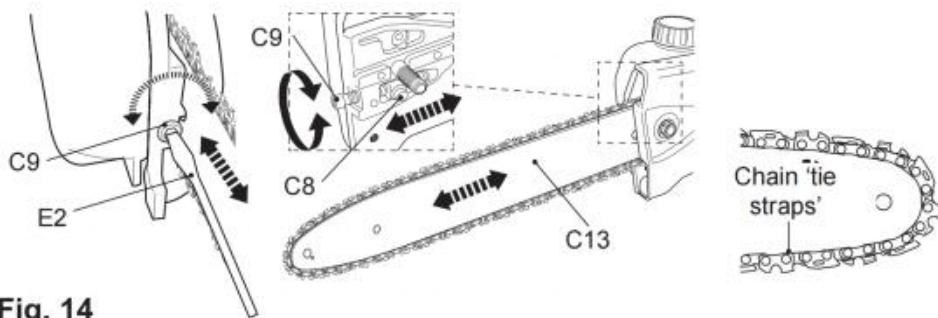

Fig. 14
- 3) Drehen Sie die Spannschraube (C9) im Uhrzeigersinn oder gegen den Uhrzeigersinn, um den Spannstift (C8) / die Führungsschiene (C13) so einzustellen, dass die Kettenbefestigungsbänder die Unterkante der Führungsschiene berühren (Abb. 14).